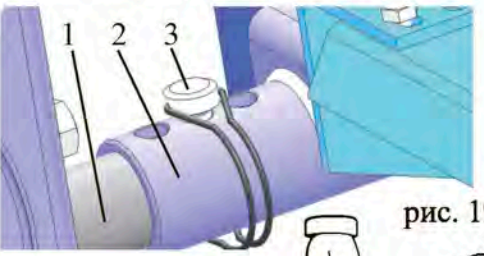

рис. 19
**6.** Установить щетку кронштейном (1) на штырь (2) мотоблока до совмещения отверстий кронштейна и штыря (рис.19). В отверстия вставить стопор (3) и защелкнуть скобу. При помощи пазов, отрегулируйте соосность шкивов (см. приложение 1, стр.19) щетки и мотоблока. Окончательно закрутите болты (7) ключом (рис.12). Отрегулируйте натяжение ремня. Варианты совмещения отверстий кронштейна и штыря сцепного устройства для регулировки натяжения ремня приведены в приложении 3 (стр.21).
При растяжении приводного ремня снять стопор, выдвинуть кронштейн, совместить отверстия, вставить стопор и защелкнуть скобу (рис.19).